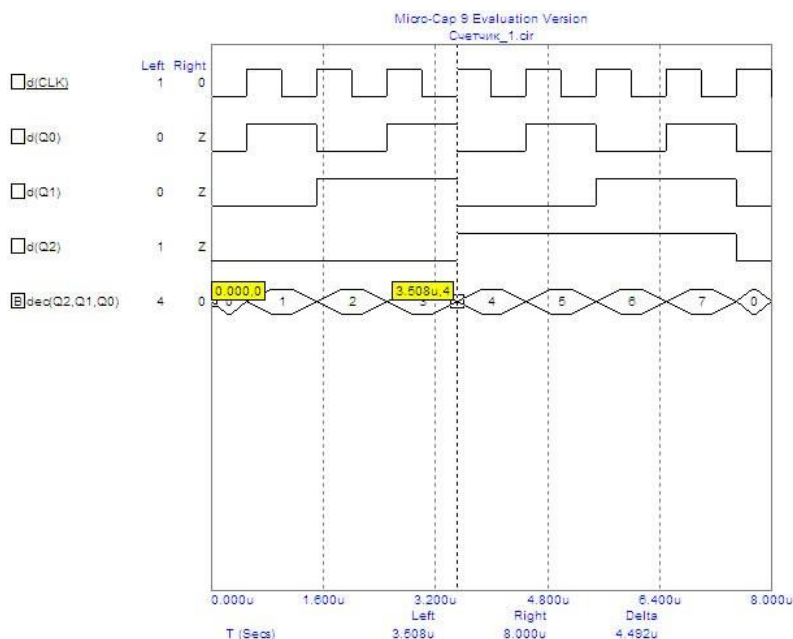

Рис. 4.
11. Определим промежуток время, через который счетчик перейдет в состояние 100. С этой целью утопите кнопку , появившеюся визирную линию установите, так как показано на рис. 4.
Из анализа временной диаграммы рис. 4 видно, что счетчик перейдет в состояние 100 через 3,508 мкс с момента начала работы.